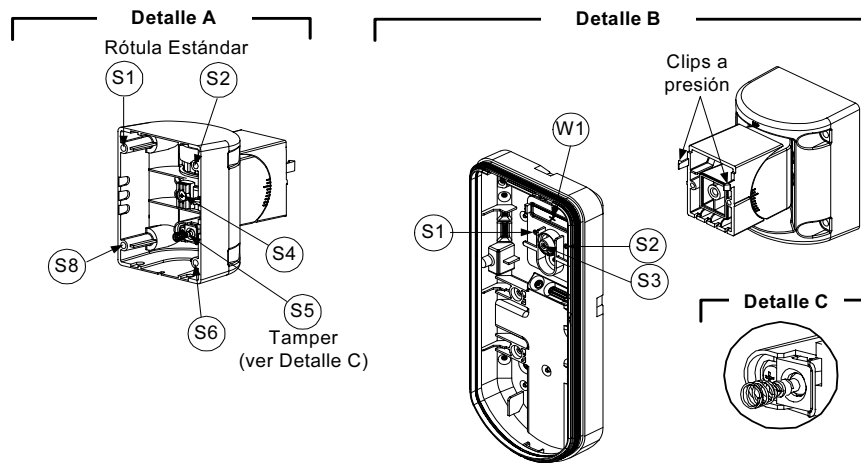

Figura 6
3. Retire el tamper posterior de la base interna (ver el párrafo "Cambiando la Posición del Tamper Posterior") y conéctelo a S5 (Figura 6, Detalle A) en la Rótula Estándar.
- a. Inserte los cables del tamper posterior a través del Conducto de Cables de la Rótula (Figura 6, Detalle B).